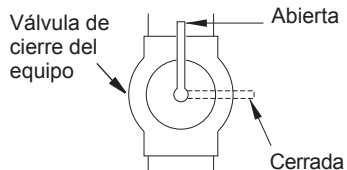

Figura 14 - Válvula de cierre del equipo
1. Cierre la válvula de cierre del equipo (consulte la figura 14).
1. Abra la válvula de cierre del equipo (consulte la figura 14, en la página 54).